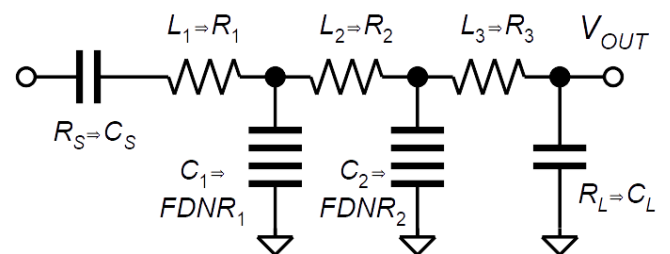

図4. 図3のパッシブ LC LPF を $1/s$ 変換により変換した回路
この LC フィルタの伝達関数を「 $1/s$ 変換」（ s はラプラス演算子）というものを施すことにより、それぞれの素子は図4のように、インダクタは抵抗、抵抗はコンデンサ、コンデンサはFDNR（Frequency Dependent Negative Resistor; 周波数依存性負性抵抗）なるものに変換されます。
$1/s$ 変換は L. T. Bruton が発明したため「Bruton 変換（Bruton Transformation）」とも呼ばれています [6]。FDNR は図4のようなシンボルが用いられるようです [6]。この技術ノートでもその表記に合わせています。この FDNR について、このシリーズでは詳しく説明していきます。
図5. 図4の回路を FDNR 型フィルタとして実現した（インピーダンスが 1000 倍になるようスケールアップ構成してある。OP アンプは UniversalOpamp2 という LTspice の OP アンプ汎用モデルを用い、開ループ利得 $A_{vol} = 10M$ 、利得帯域幅 $GBW = 100MHz$ としている）
として FDNR、つまり周波数依存性負性抵抗を実現できます。ここに図 5 の素子定数を代入してみると、 $C_{G1} C_{G3} R = 0.1957E-9$ となり、図 4 の C_1, C_2 を $1/s$ 変換し、インピーダンスを 1000 倍したときの定数と合致していることも分かります。またこの式 (11) の符号がマイナスですので、負性抵抗となります。
同じことが入力側にも言えます。図 4 のように信号源抵抗はコンデンサに変換されています。つまり FDNR 型フィルタとしては、信号源からゼロの出力インピーダンスで駆動されるものと仮定しているわけです。そのため実際の回路においても、FDNR 型フィルタの入力は低いインピーダンスで駆動する必要があります。